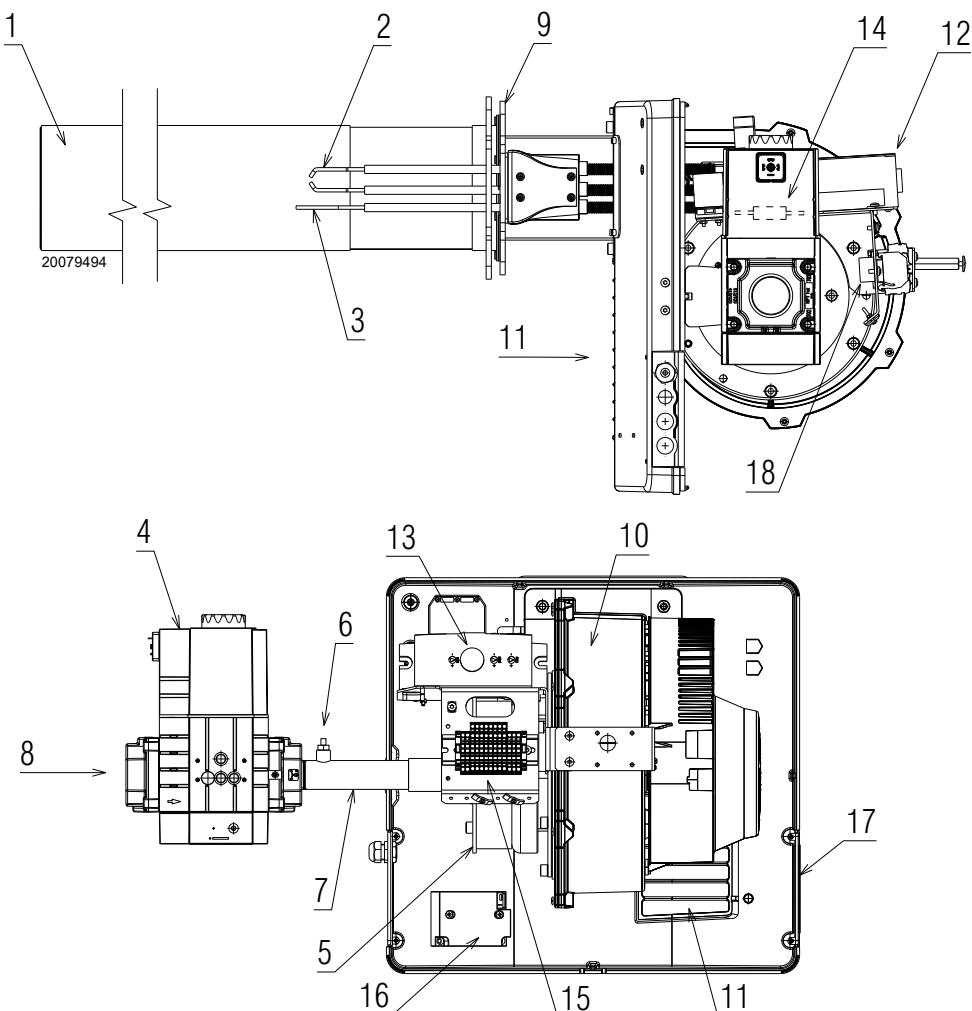

Abb. 2
(1) Referenzbedingungen: Raumtemperatur 20°C - Gastemperatur 15°C - Barometrischer Druck 1013 mbar - Höhe 0 m ü.d.M.
(2) Eingangsgasdruck 8)(Abb. 2) bei Druck Null in der Brennkammer und bei Höchstleistung des Brenners.
(3) Schalldruck gemessen im Verbrennungslabor des Herstellers bei laufendem Brenner am Prüfkessel, bei Höchst- Mittel- Mindestmodulationsleistung. Die Schallleistung wird mit der von der Norm EN 15036 vorgesehenen "Free Field" Methode und mit einer Messgenauigkeit "Accuracy: Category 3", wie von der Norm EN ISO 3746 vorgesehen, gemessen.
► **Störabschaltung des Gerätes:** das Aufleuchten des Druckknopfes des Steuergerätes, 13) (Abb. 2) weist auf eine Störabschaltung des Brenners hin. Zur Entriegelung den Druckknopf drücken.